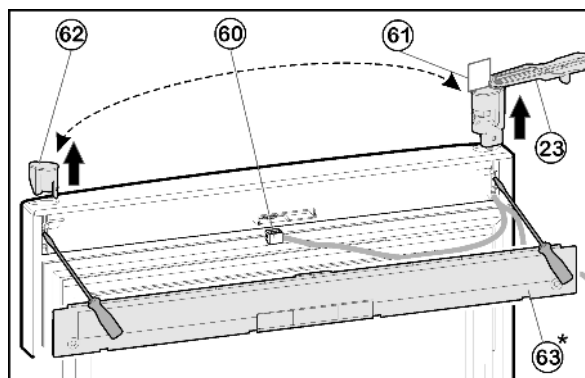

Fig. 11
- ▶ С помощью отвёртки выведите из зацепления крышку *Fig. 11 (63)* на дверце.
- ▶ Отсоедините разъем *Fig. 11 (60)*.
- ▶ На верхней дверце поверните опорный кронштейн *Fig. 11 (23)* наружу параллельно краю дверцы.
- ▶ При помощи отвертки вытолкните опорный кронштейн *Fig. 11 (23)* снизу и снимите с двери вместе с кабелем.
- ▶ Извлеките пробку *Fig. 11 (62)* снизу при помощи отвертки и вставьте на другой стороне.
- ▶ Проденьте кабель опорного кронштейна *Fig. 11 (23)* на противоположной стороне и установите опорный кронштейн.
- ▶ Снимите шаблон *Fig. 11 (61)* и закрепите на опорном кронштейне.
- ▶ Вставьте разъем *Fig. 11 (60)*.
- ▶ Зафиксируйте крышку *Fig. 11 (63)* на дверце.